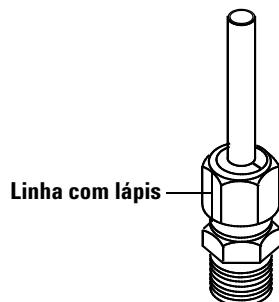

Figura 12 Marcação da conexão
- Marque uma linha com lápis na porca (Figura 12).